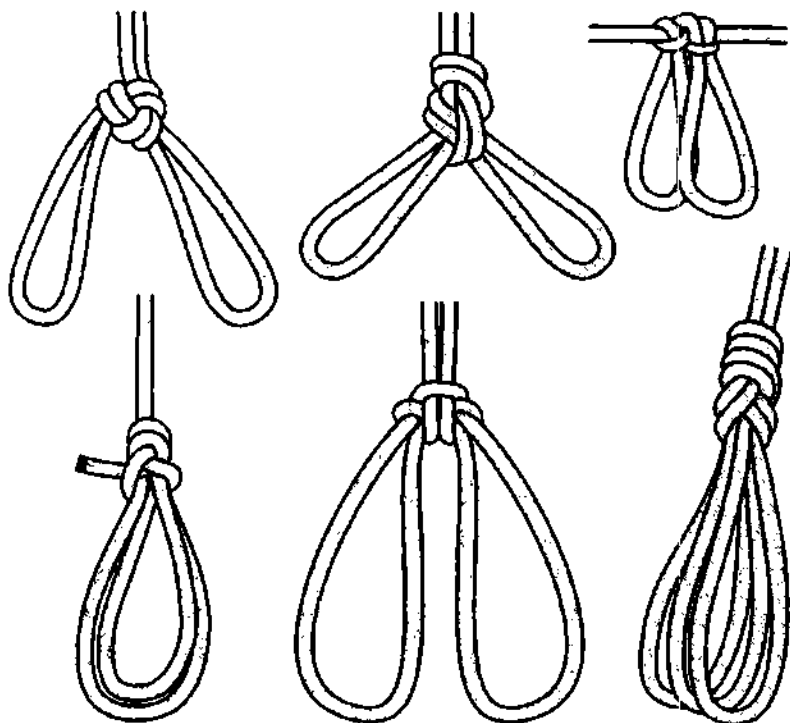

Рис. 417. Двойные (тройные) незатягивающиеся петли.
1. Фиксированные (незатягивающиеся) двойные петли, когда петли между собой не соединены и не изменяются в размере (рис. 417, 418);